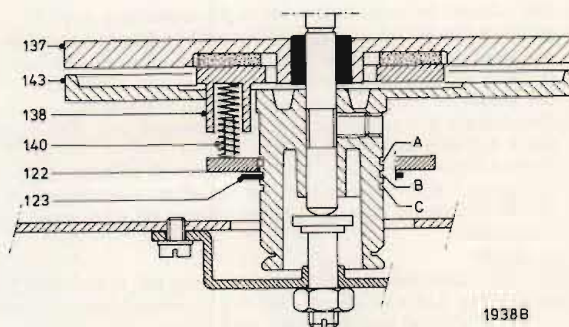

Fig. 26
Valt de gemeten waarde buiten de bovengenoemde tolerantie dan moet de aandrukkracht van ring pos. 138 tegen de frictieschijf pos. 137 verhoogt respectievelijk verkleind worden. Dit is in te stellen door de borgring pos. 123 in een hogere of lagere uitsparing in poelie pos. 143 aan te brengen (zie A, B en C in fig. 26).